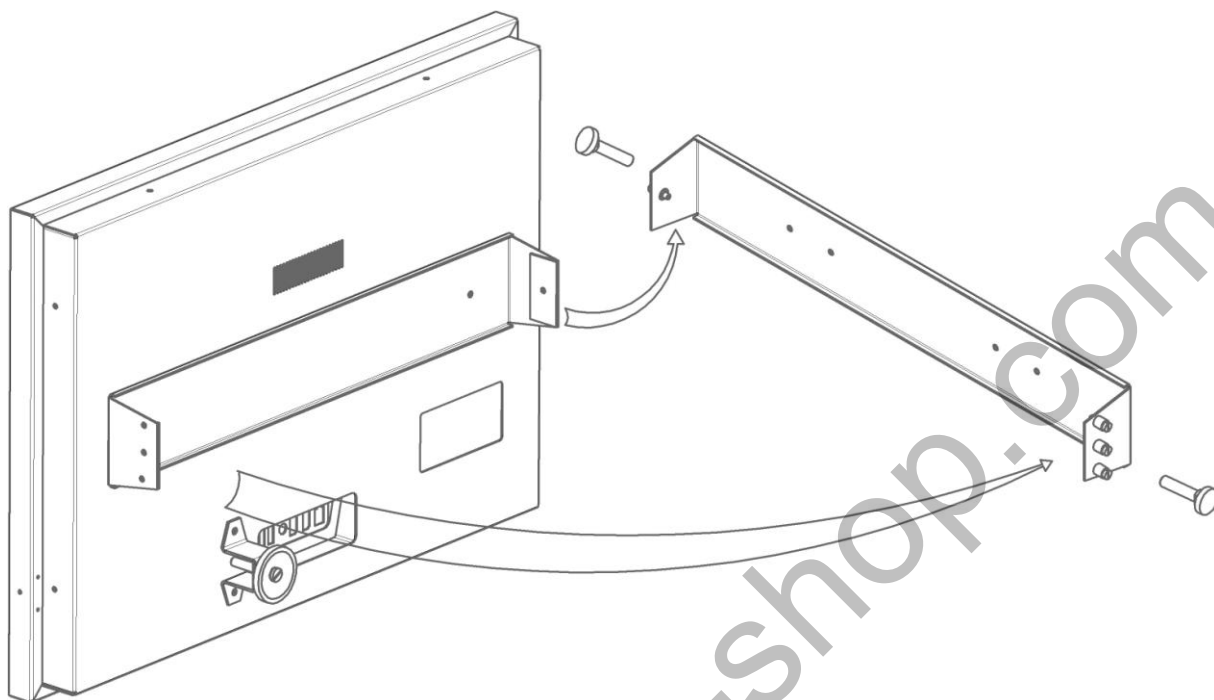

Рис.2 З'єднання табло з кронштейном
4) встановити табло в кронштейн згідно з рис.2.